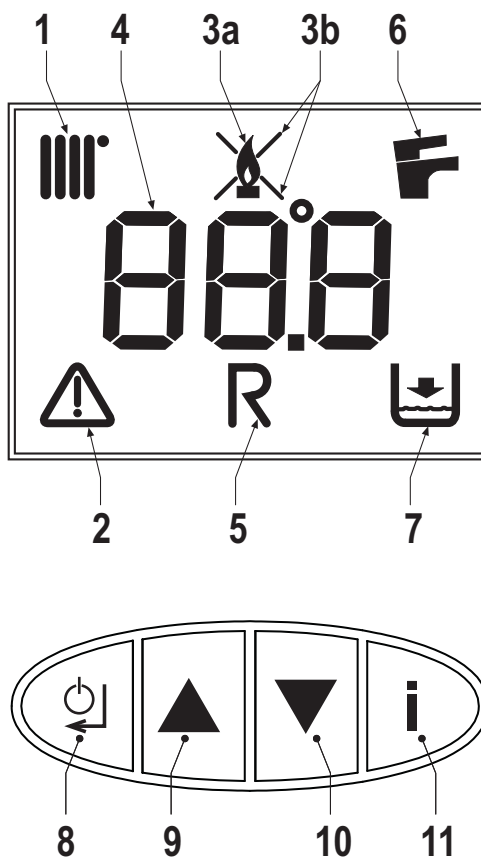

рис. 1 - Панель с устройствами управления
О поступлении запроса на отопление (от контакта запроса, комнатного термостата или пульта ДУ с таймером) сообщает включение радиатора (поз. 1 - рис. 1).
На многофункциональном дисплее (поз. 4 - рис. 1) высвечиваются температура датчика отопления, а во время режима ожидания отопления - символ "d2".
О поступлении запроса на горячее водоснабжение (в результате забора горячей воды) сообщает включение крана (поз. 6 - рис. 1).
На многофункциональном дисплее (поз. 4 - рис. 1) высвечиваются температура датчика ГВС, а во время режима ожидания ГВС - символ "d1".
Нажмите на кнопку Вкл./Выкл. (поз. А - Рис. 1) на 5 секунд.
Когда агрегат выключен, на электронную плату продолжает подаваться электрическое питание. При этом системы отопления и ГВС не работают. Остается активной противоморозная система. Для включения агрегата снова нажмите кнопку Вкл./Выкл. (поз. А - Рис. 1) на 5 секунд.
Для доступа к меню пользовательских настроек необходимо нажать на кнопку "Info" (поз. 11 - рис. 1).
Нажимайте на кнопку "Info" (поз. 11 - рис. 1), пока не отобразится параметр u01 меню пользовательских настроек.
Нажмите на кнопку "Ввод" (поз. 8 - рис. 1): отобразится текущее значение параметра u01.
Используйте кнопки (поз. 9 и 10 - рис. 1) для изменения температуры от минимальной в 30°C до максимальной в 85°C.
Нажмите на кнопку "Ввод" (поз. 8 - рис. 1) для подтверждения настройки.
Далее нажимайте на кнопку "Info" (поз. 11 - рис. 1) до выхода из меню.
Нажимайте на кнопку "Info" (поз. 11 - рис. 1), пока не отобразится параметр **u02** меню пользовательских настроек.
Нажмите на кнопку "Ввод" (поз. 8 - рис. 1): отобразится текущее значение параметра **u02**.
Используйте кнопки (поз. 9 и 10 - рис. 1) для изменения температуры от минимальной в 10°C до максимальной в 65°C.
Нажимайте на кнопку "Info" (поз. 11 - рис. 1), пока не отобразится параметр **u03** меню пользовательских настроек.
Нажмите на кнопку "Ввод" (поз. 8 - рис. 1): отобразится текущее значение параметра **u03**.
Используйте кнопки (поз. 9 и 10 - рис. 1) для настройки режима "Лето" (0) или "Зима" (1).
Нажимайте на кнопку "Info" (поз. 11 - рис. 1), пока не отобразится параметр **u04** меню пользовательских настроек.
Нажмите на кнопку "Ввод" (поз. 8 - рис. 1): отобразится текущее значение параметра **u04**.
Используйте кнопки (поз. 9 и 10 - рис. 1) для настройки режима "Экономный" (0) или "Комфорт" (1).
Далее нажимайте на кнопку "Info" (поз. 11 - рис. 1) для выхода из меню.
Нажимайте на кнопку "Info" (поз. 11 - рис. 1), пока не отобразится параметр **u05** меню пользовательских настроек.
Нажмите на кнопку "Ввод" (поз. 8 - рис. 1): отобразится текущая стадия (Step) максимальной мощности.
Используйте кнопки (поз. 9 и 10 - рис. 1) для изменения максимальной мощности от 1 (минимальный Step) до 5 (максимальный Step).
Нажимайте на кнопку "Info" (поз. 11 - рис. 1), пока не отобразится параметр **u06** меню пользовательских настроек.
Нажмите на кнопку "Ввод" (поз. 8 - рис. 1): отобразится текущее значение параметра **u06**.
Используйте кнопки (поз. 9 и 10 - рис. 1), чтобы изменить методологию работы:
Нажимайте на кнопку "Info" (поз. 11 - рис. 1), пока не отобразится информация u07 меню пользовательских настроек.
Нажмите на кнопку "Ввод" (поз. 8 - рис. 1): отобразится текущая мощность горелки (Step) и состояние пламени.